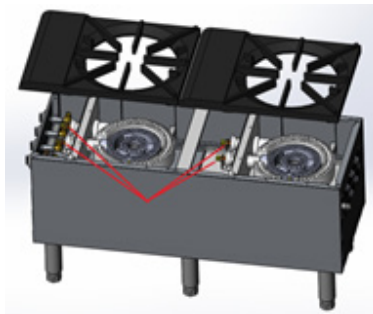

Fig. 5
1. Saque la rejilla de la parte superior. Puede ver que el orificio está en la parte delantera del quemador (Fig. 5).